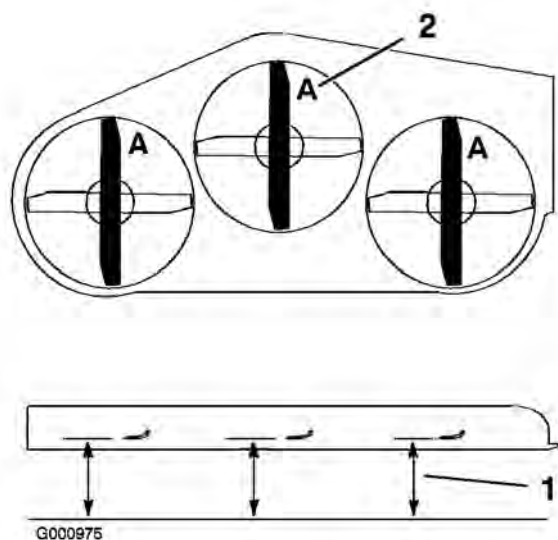

Figura 68
3. Gire las cuchillas hasta que los extremos estén orientados hacia adelante y hacia atrás (Figura 68). Mida desde una superficie nivelada hasta el filo de corte, posición A, de las cuchillas (Figura 68). Anote esta dimensión.